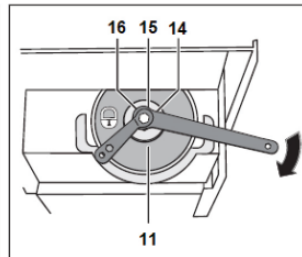

Рис. 4
3. Удерживая ключом (входит в комплект) шпindelь 16 (рис. 4), другим ключом (входит в комплект) открутите гайку 15 (рис. 4) и снимите или установите диск 11 (рис. 4).
4. Установите наружный фланец 14 (рис. 4) и, с помощью ключей, крепко затяните гайку 15 (рис. 4).